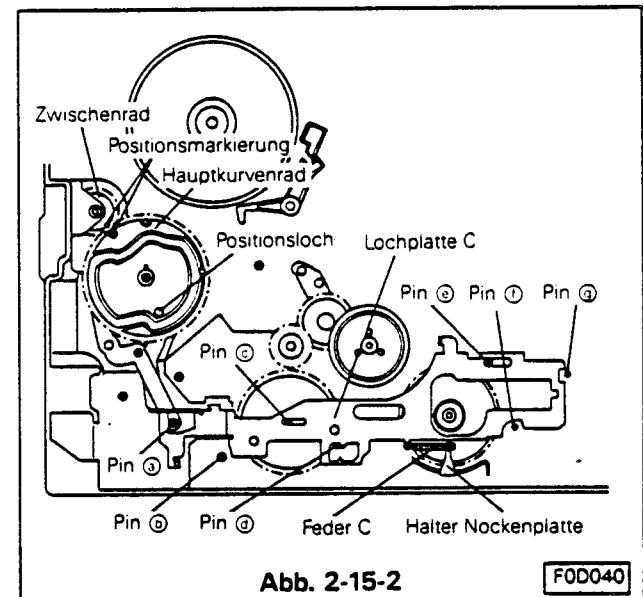

Abb. 2-15-2
- C. Beim Aufsetzen des Kurvenrades 1 sicherstellen, daß die Position der Hebel RS und C sich nicht verändert. Das Kurvenrad mit dem Sicherungshebel sichern. (Siehe Abb. 2-15-2)
- D. Unterlegscheibe auf Pin ③ aufsetzen (siehe Abb. 2-15-2) und die Nockenplatte C so einbauen, daß die Positions Löcher der Platte mit den Pinen ① ~ ④ übereinstimmt.
- E. Die Feder C der Nockenplatte an der Nockenplatte C und an dem Nockenplattenhalter befestigen. (Siehe Abb. 2-15-2)